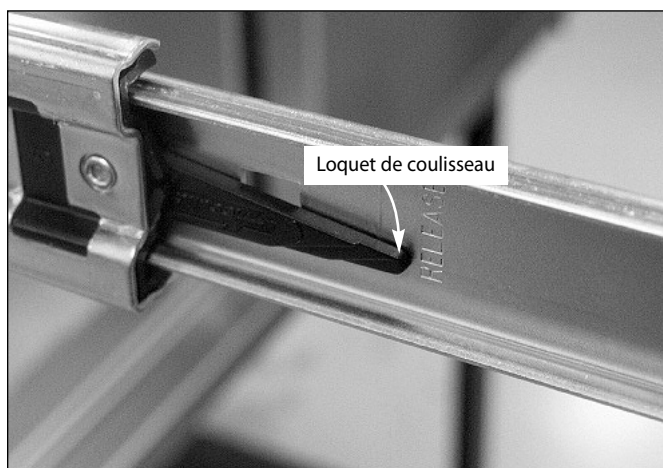

Fig. 58
1. Pour retirer les tiroirs, les faire sortir jusqu'à ce que le loquet de coulisseau soit visible. Pousser soigneusement sur le loquet sur la gauche tout en faisant remonter le loquet sur la droite et sortir complètement le tiroir du bâti (Fig. 58 ou 59).